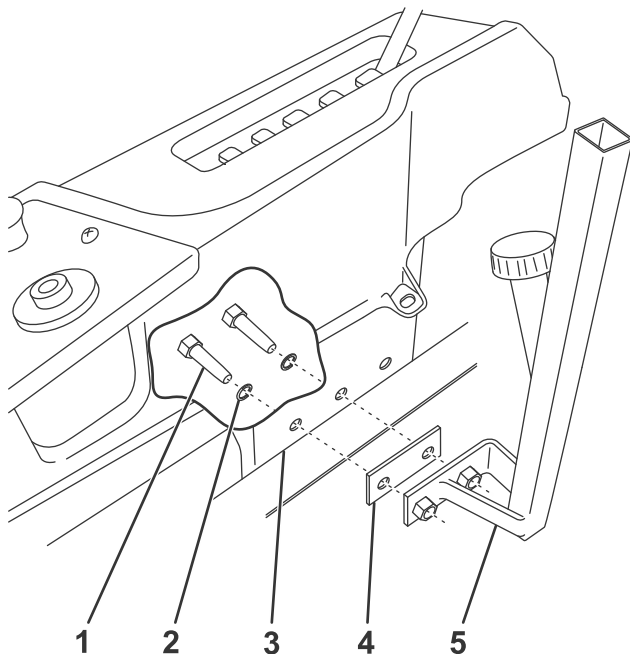

Figura 1
4. Prenda os suportes do recetor nos dois furos frontais da estrutura utilizando dois parafusos ( $\frac{1}{2} \times 1\frac{1}{8}$  polegadas) e anilhas frenantes (Figura 1). Se a sua máquina não estiver equipada com ROPS, insira a placa espaçadora como se mostra na Figura 1.